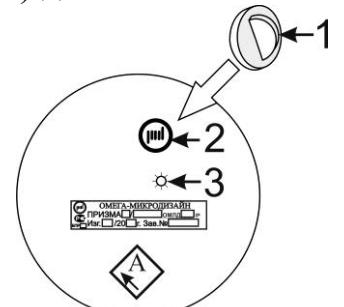
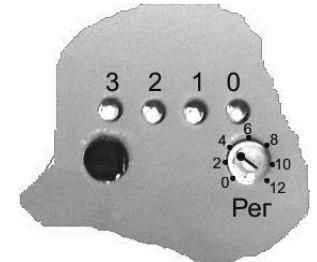

Рис. 6.8
Рис. 6.9
крепления на все виды УЗК, кронштейнов и стоек, выпускаемых ГК «Омега-микродизайн». Для установки блока БПРМ (БПРД) на кронштейне KB3-3/0 (0,2; 0,3; 0,4; 0,5; 0,5Т) необходимо выкрутить зажимной болт на наконечнике до освобождения места под шарнирный стержень, затем установить в его паз шарнирный стержень и затянуть болт до жесткого закрепления шара стержня в пазе. Имеется возможность визуального контроля работоспособности БПРД с помощью встроенного светодиодного индикатора 3 и магнита 1 из комплекта поставки (см. рис. 6.8). На тыльной стенке кожуха нанесено наименование блока и заводской номер. Конструкция БПРМ отличается от БПРД присутствием на тыльной поверхности органов управления и индикации (см. рис. 6.9). Ромб (квадрат) обозначенный «А» на тыльных стенках БПРМ и БПРД указывает на ориентацию антенны в блоке и соответственно на ее поляризацию (□ - вертикальная или горизонтальная, ◇ - наклонная ~ 45°).
6.3.2.1 На тыльной стенке кожуха БПРД имеется окно встроенного светодиода 3 для визуального контроля работы, для чего к фирменному значку 2 на тыльной стенке БПРД необходимо приложить и удерживать во время контроля магнит 1 (см. рис.6.8). В случае нормальной работы БПРД, светодиод методично мигает с периодом около 1 сек. На тыльной поверхности БПРМ под защитной крышкой расположены три синих индикатора «0» (нулевой разряд сигнала), «1» (первый разряд), «2» (второй разряд) и двухцветный (синий/красный) «3» (3с/3к) {третий разряд/(Тревога или четвертый разряд)}, регулятор чувствительности извещателя «Рег». Крышка, обеспечивающая защиту органов управления и индикации от внешних воздействий, закрепляется на тыльной поверхности БПРМ двумя невыпадающими винтами. Вблизи индикатора «3» находится отверстие **инфракрасного датчика** положения крышки (открыта – закрыта). Извещатель формирует сигнал ТРЕВОГА размыканием выходного реле при открывании защитной крышки.